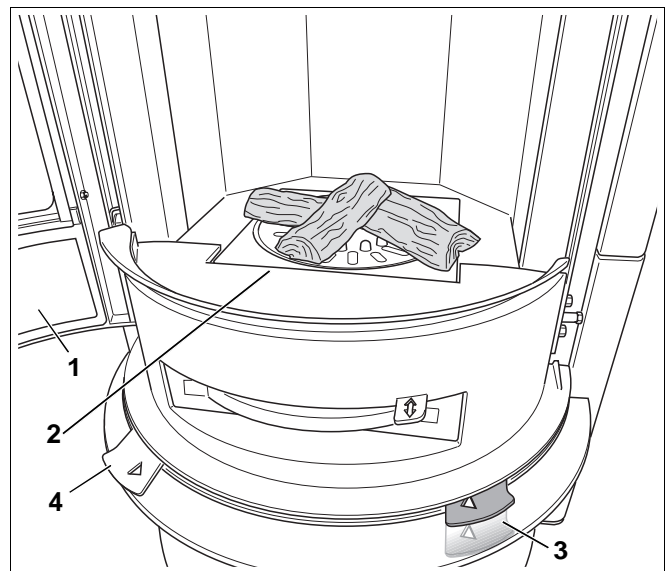

Abb. 19 Feuerraum mit Holzscheiten
- Legen Sie zwei bis drei Holzscheite sowie Kleinholz und Papier oder im Handel erhältliche Zündhilfen auf den Feuerraumboden (Abb. 19, **Pos. 2**).
- Schließen Sie die Feuerraumtür (Abb. 19, **Pos. 1**).
- Lassen Sie die Sekundärluftzufuhr (Abb. 19, **Pos. 4**) geöffnet und regulieren Sie die Primärluftzufuhr (Abb. 19, **Pos. 3**) nach Bedarf.